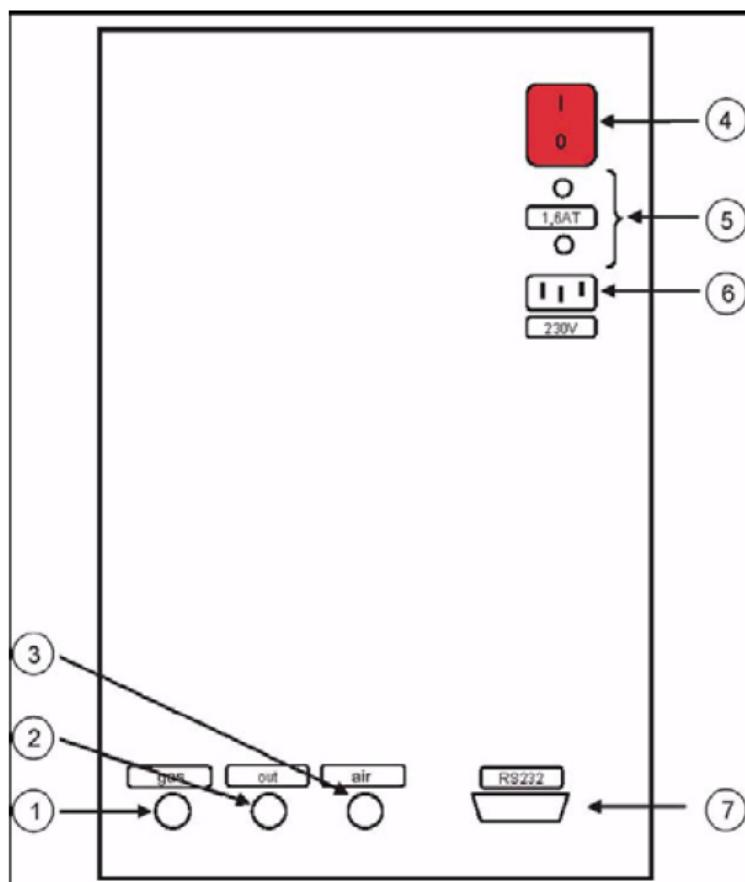

图94 CLD连接
在仪器放置在最终位置之前，先对 CLD 和测试仪后部进行必要连接（图 94 和表 14）。
1. 打开化学发光检测器后部的电源开关 (图 94); 仪器前面的电源灯变亮;